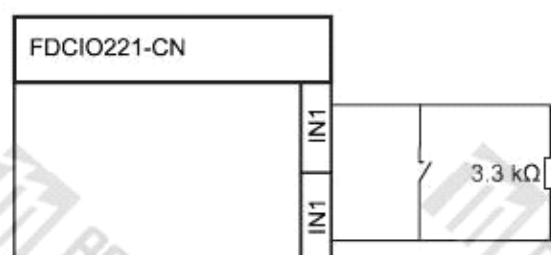
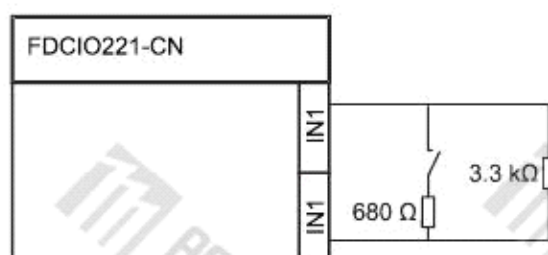

图 7
图 8
监视输入线路的“开路”或者“开路/短路”故障。为实现上述功能，须在输入线路上连接终端电阻（图 7/8）。当输入线路发生短路或开路时，向控制器发出故障信号。输入信号应无源信号。
- 开路监视: 图 7
- 开路/短路监视: 图 8
3. 连接终端电阻 (图 7 和图 8)。终端电阻随产品发货。